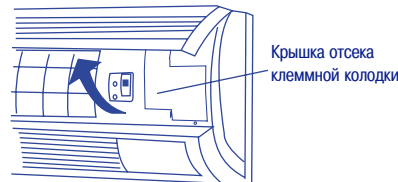

Рис. 17
- Вывинтите винты и откройте крышку отсека клеммной колодки (рис. 17).